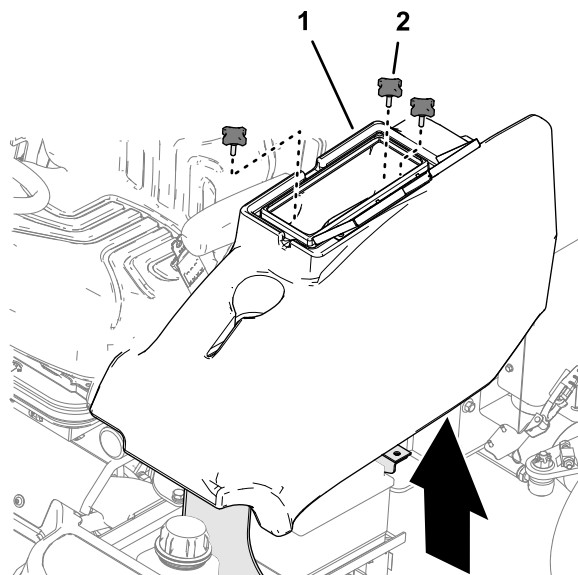

Figura 53
1. A sinistra della pedana dell'operatore, aprite lo sportello del vano portaoggetti (Figura 53).
2. Rimuovete le 3 manopole che fissano il vano portaoggetti alla macchina e rimuovetelo (Figura 53).